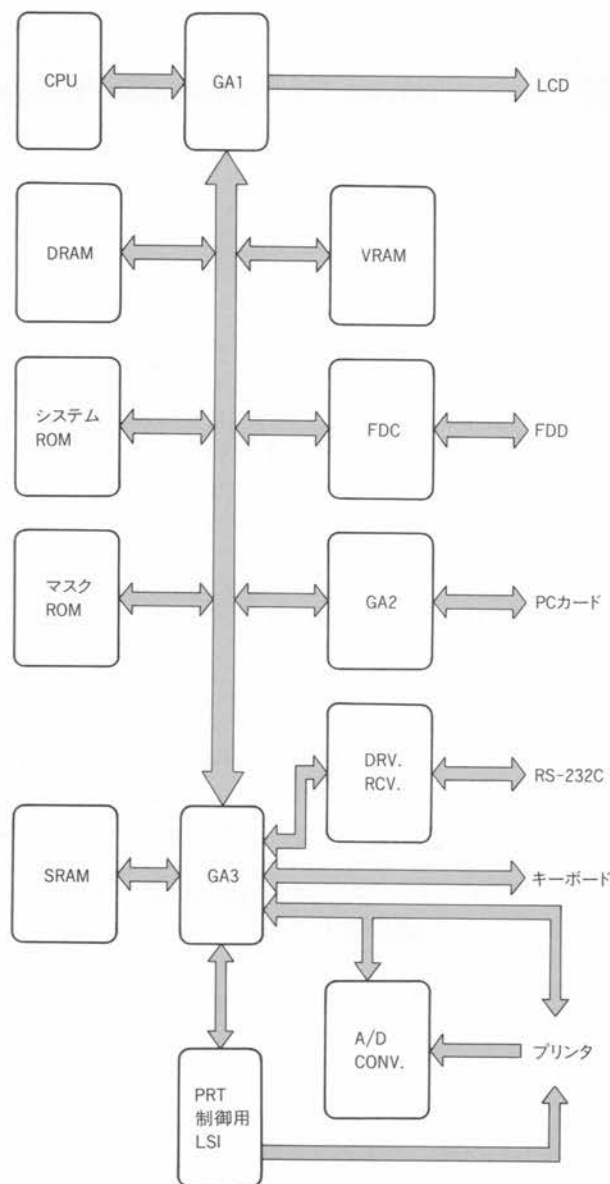

図2. ハードウェア構成 本体メイン基板によりプリンタ, LCD, FDD, キーボードの各モジュールを制御している。
システムのハードウェア仕様を表1に、構成を図2に示す。以下にその概要を説明する。
2.1.2 ゲートアレイ(GA) 機能の拡大に伴って増加する周辺回路に対応するために、CPU/メモリ制御用として図2のGA1を、PCカード制御用としてGA2を、プリンタ/キーボード/FDD(フロッピーディスク装置)/RS-232C^(注2)インタフェース制御用としてGA3の3種類のゲートアレイを開発して使用することで、回路量を減らしてPCB(印刷基板)の面積が大きくなることを防ぎ、コンパクトな筐(きょう)体に納めている。
2.1.7 A/Dコンバータ(CONV.) 図2におけるA/D CONV.は8ビットのA/D CONV.で、プリンタのヘッドスキャナによりイメージデータを取り込む際にスキャナから送られてくるアナログデータを8ビットのデジタルデータに変換する。